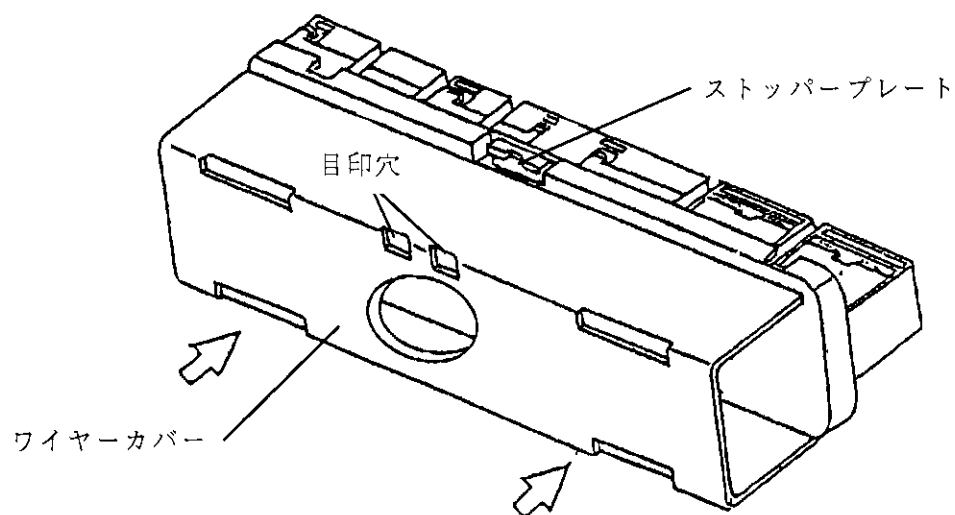

Fig. 12
- ② ワイヤーカーの目印穴を Fig. 12 の如くストッパープレート側に向けて装着して下さい。この時ストッパープレートが完全に挿入されていないと、ワイヤーカーを装着することは出来ません。(120極、104極、88極)